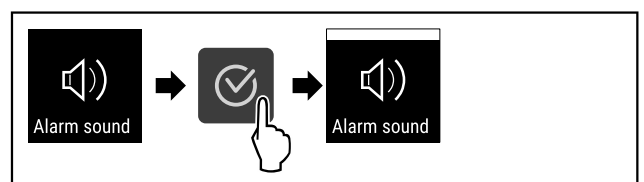

Fig. 79
- ▶ Suivre les étapes (voir Fig. 79) .